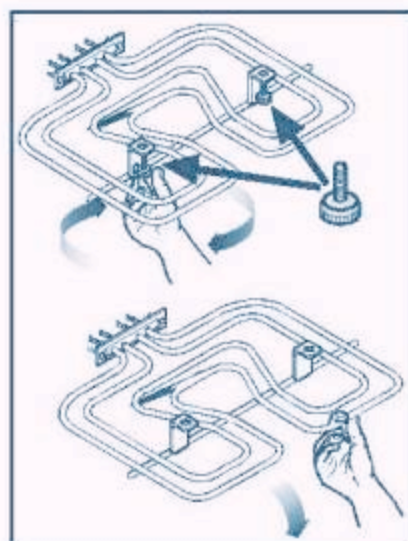

Рис. 8
- Выкрутите винты, которые держат гриль (см. рис. 8). В первый раз рекомендуется использовать отвертку.